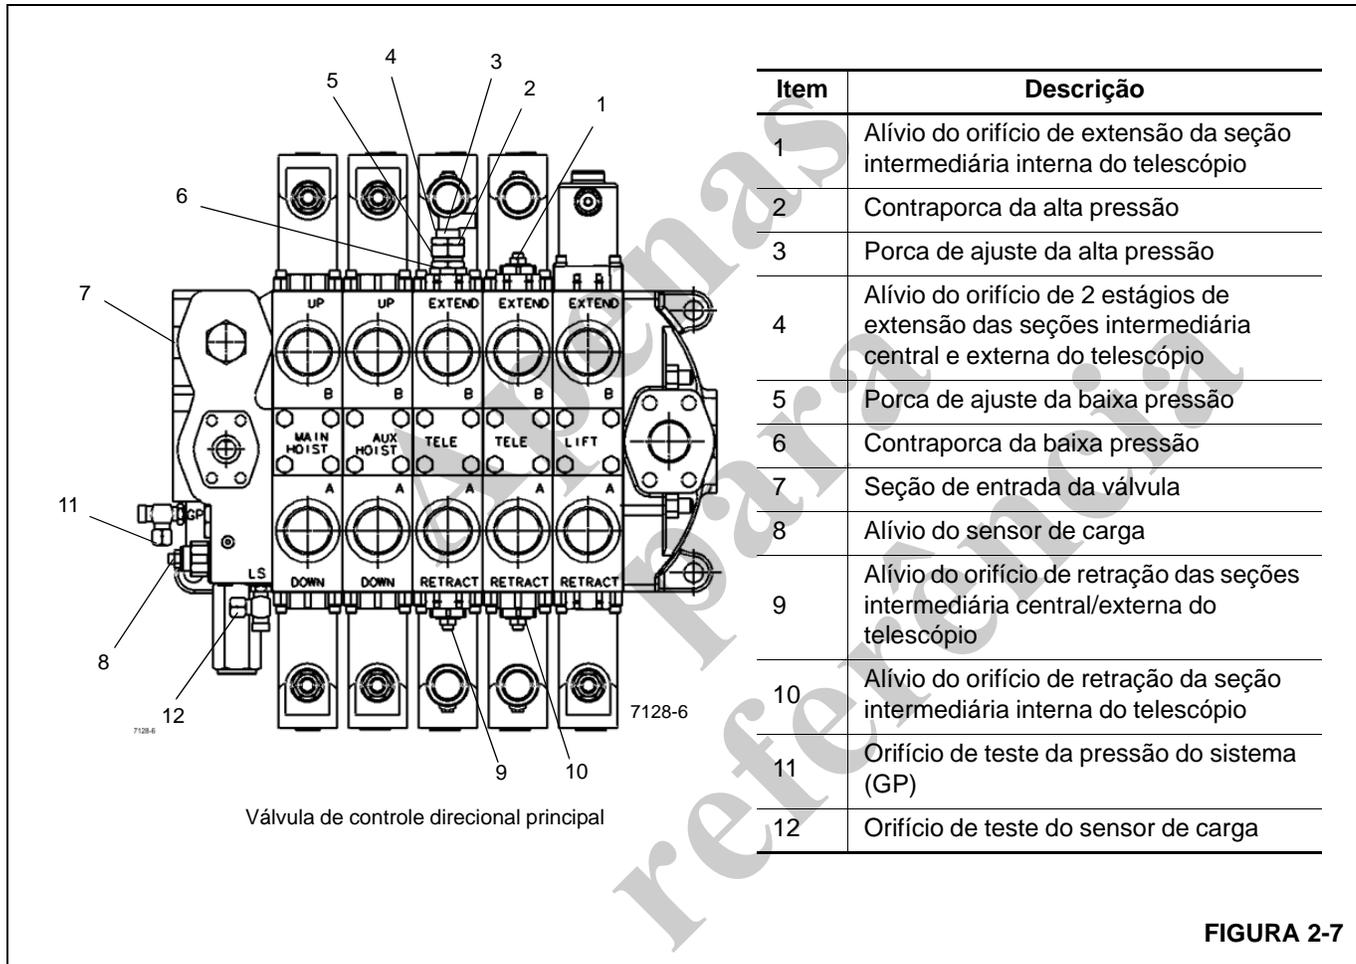

FIGURA 2-7
NOTA: Os procedimentos de A a M no texto a seguir correspondem à Figura 2-7 até a Figura 2-17.
1. Remova a tampa e instale o manômetro no orifício de pressão do sistema da válvula de controle direcional principal (Figura 2-7).
5. Na cabine, no apoio de braço direito, coloque as chaves de modo da lança em “Manual” e “CM”. Com o motor funcionando em rotação máxima, estenda totalmente o telescópio ou desconecte e tampe as mangueiras e ajuste o alívio do orifício “B” de dois estágios da seção intermediária central/externa do telescópio (consulte a Figura 2-7) na válvula de controle direcional principal para 2500 ± 50 psi (17,2 ± 0,4 MPa). Se for necessário ajustar, solte a contraporca da baixa pressão, então, gire a porca de ajuste da baixa pressão até atingir o ajuste de alívio e aperte a contraporca. Com as mangueiras ainda tampadas e com as chaves de modo da lança colocadas em “Manual” e “CM”, continue na etapa 6.
1. Remova a tampa e instale o manômetro no orifício de teste GP na válvula de controle direcional principal (Figura 2-7).